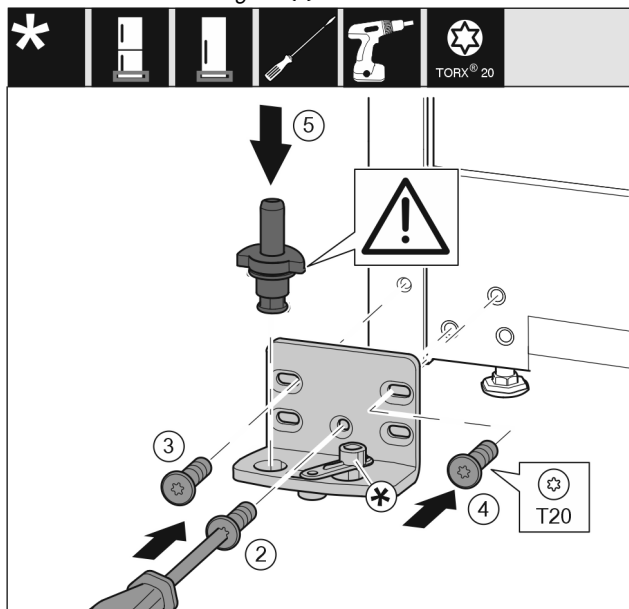

Fig. 15
- ▶ Colocar el soporte de apoyo en el otro lado y atornillarlo con la ayuda de un destornillador T20. Empezar por el tornillo 2 en la parte inferior central. Fig. 15 (2)
- ▶ Apretar los tornillos 3 y 4. Fig. 15 (3,4)
- ▶ Introducir totalmente el perno de apoyo. Asegurarse de que el saliente de retención mire hacia atrás. Fig. 15 (5)